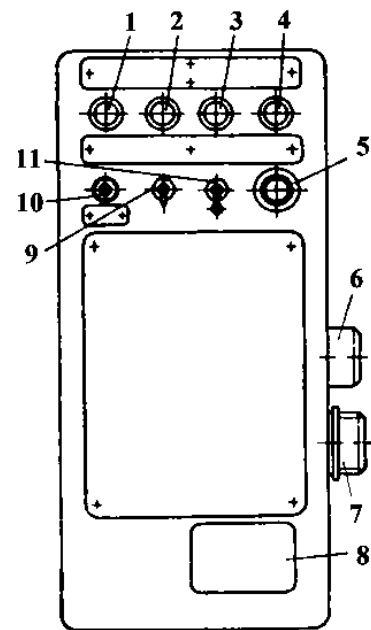
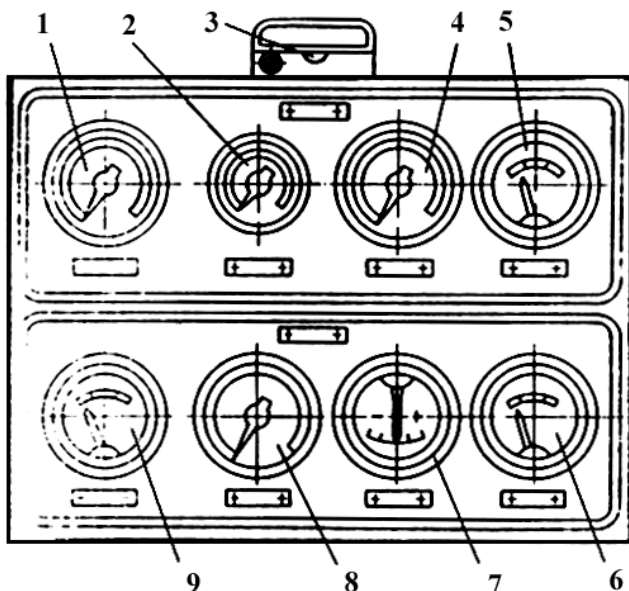

Рис. 20. Панель управления:
Рис. 21. Щит приборов
5.6.1. Система автоматки состоит из панели управления (рис. 20), щита приборов (рис. 21), регулятора производительности компрессора (рис. 22), электрооборудования и датчиков.
5.6.9. Управление компрессорной станцией осуществляется с панели управления (см. рис. 20), на лицевой стороне которой размещены: